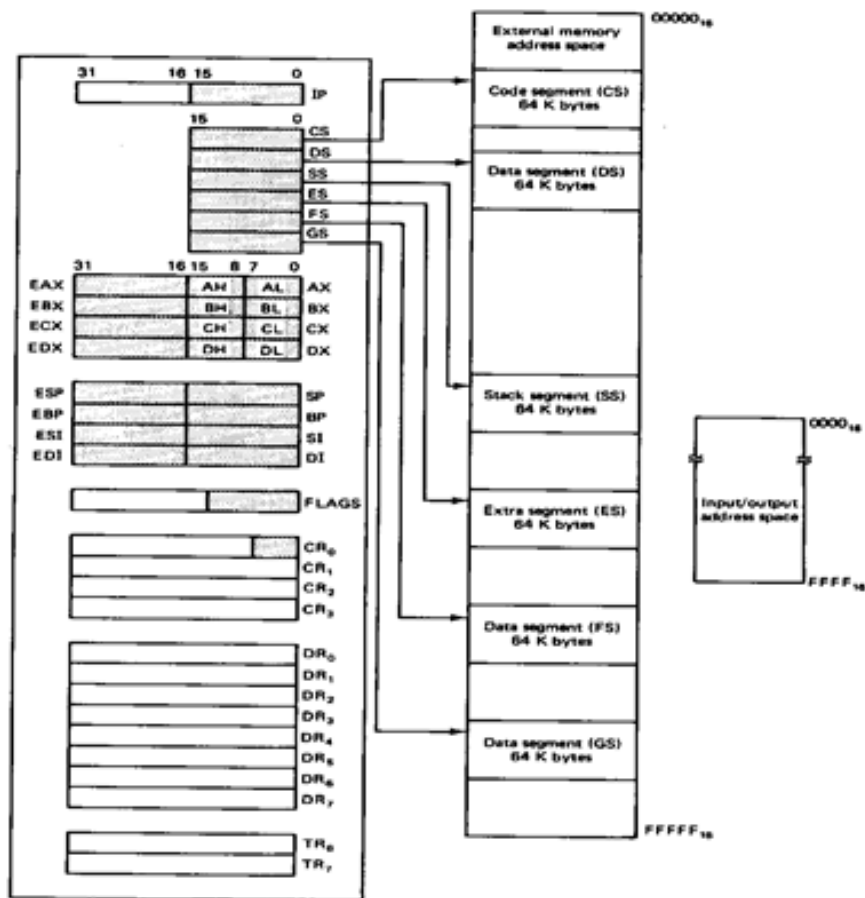

Figura 2.2: Modelo 80386DX
- Modo Real: Compatible con el 8086 (Figura 2.2).